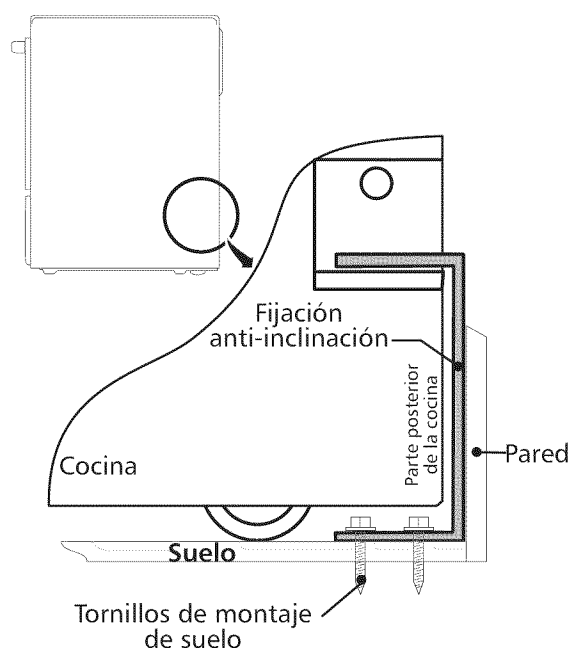

Figura 7
4. Retire el modelo y ubique la abrazadera en el suelo. Alinee los orificios en la abrazadera con las marcas en el suelo y ajuste con los cuatro tornillos provistos. La abrazadera debe quedar fijada al suelo (Figura 7) sólido. Si se fija al suelo concreto, primero haga orificios pilotos de un diámetro de 3/16" (0,48 cm), utilizando una barrena para concreto.
6. Deslice la cocina hacia su lugar asegurándose que la pata de centro trasera está completamente segura con el soporte anti-inclinación (Figura 7). Baje la cocina ajustando las 4 patas de nivelación hasta que la plancha de cocinar está apoyada en el mostrador. Refiere a la "Nivelación de la cocina".